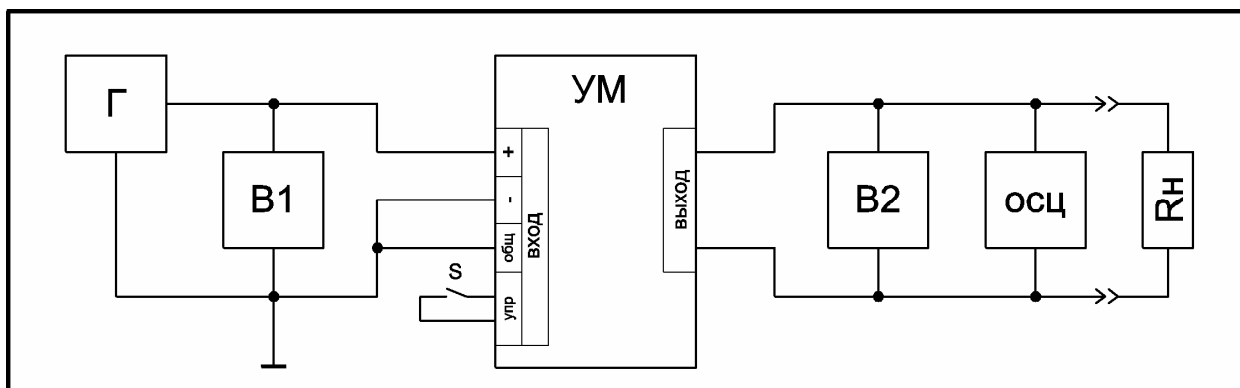

Рис.2 Схема измерений
11.4. Измерения проводят по несимметричной схеме подачи входного сигнала, приведенной на рис. 2. Генератор сигналов подключают поочередно ко входам 1, 2 и 3, подавая сигнал на контакты, обозначенные знаком «+», а контакты, обозначенные знаком «-» соединяют с общим проводом.(см. схемы разъемов). При подаче сигналов на вход 2 и 3 с помощью переключателя S подают сигналы управления для активации этих входов (см. п.п. 9.6., 9.7.).